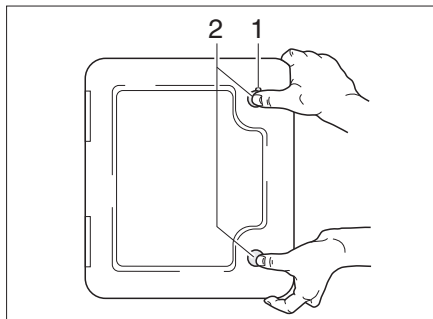

Fig. 7 Sportello esterno cassetta Thetford
- Inserire la chiave nel cilindro della serratura a pressione (Fig. 7,1) e ruotare di un quarto di giro.
- Premere contemporaneamente entrambe le serrature a pressione (Fig. 7,1 e 2) con il pollice e aprire lo sportello esterno.
- Inserire la chiave nel cilindro della serratura (Fig. 7,1) e ruotare di un quarto di giro.